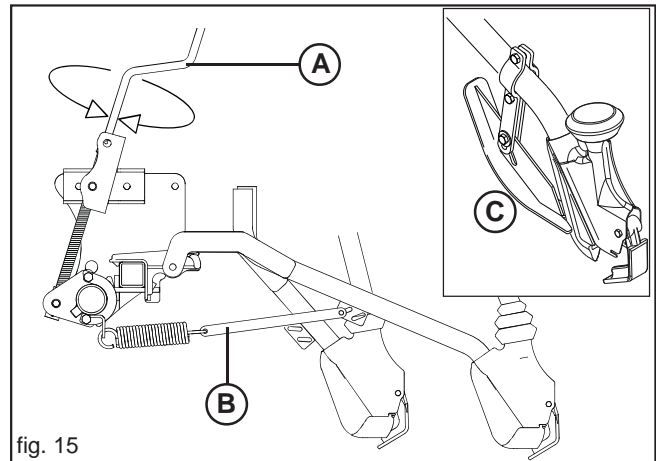

fig. 15
Die Aussaatiefe wird mit einer Kurbel gleichzeitig für alle Scharren eingestellt. Beim Drehen dieser Kurbel (Abb. 15) im Uhrzeigerrichtung üben die Scharren mittels der Zugfedern einen größeren Druck auf den Boden aus und das Saatgut fällt automatisch tiefer in den Boden.
Es ist möglich der Druck einzeln weiter einstellen, beim die Stellung der Spannstange ändern (B, Abb. 15).
**ZUBEHÖRE:** Die Tiefe wird nur bei Schleppscha durch die Begrenzer (C, Abb. 15) bestimmt, indem deren Stellung geändert wird. **WICHTIG: für das Säen in den feuchten Boden, zu einer vorgerückten Tiefe zu 5 Zentimeter, wird es geraten, um den Begrenzer zu entfernen.**